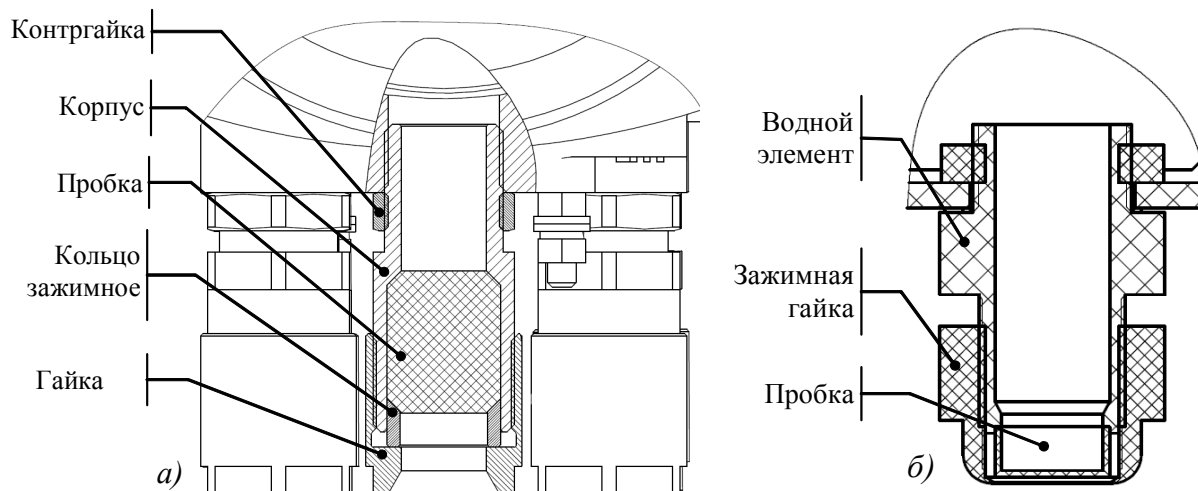

Рисунок 4 – Кабельный ввод:
в) отвинтите гайку кабельного ввода и извлеките кольцо зажимное и пробку из кабельного ввода (рисунок 4);
- в) отвинтите гайку кабельного ввода и извлеките кольцо зажимное и пробку из кабельного ввода (рисунок 4а);
в) отвинтите гайку кабельного ввода и извлеките кольцо зажимное и пробку из кабельного ввода (рисунок 4а);
в) отвинтите зажимную гайку кабельного ввода и извлеките пробку из кабельного ввода (рисунок 4б);